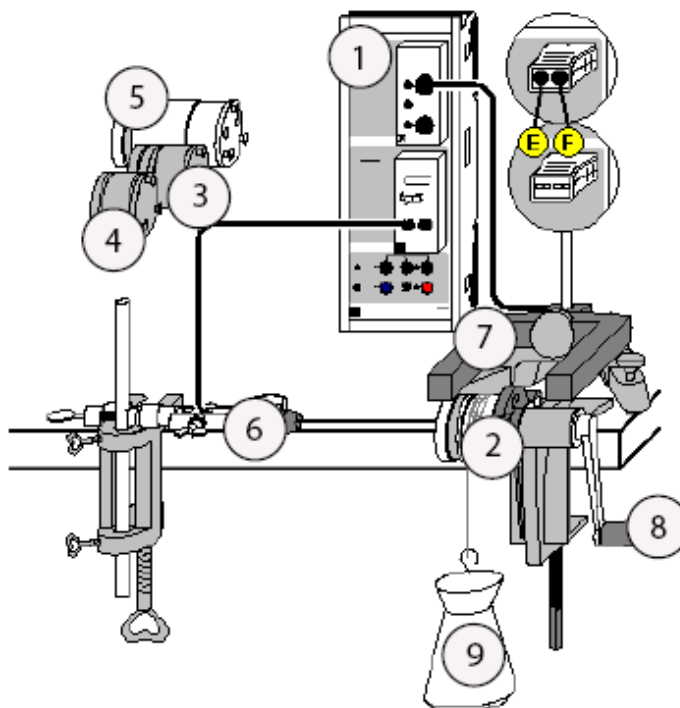

Рис.1
CASSY 2 (①, Рис.1)
- ✓ водяной калориметр (②, Рис.1)
- ✓ медный калориметр (③, Рис.1)
- ✓ алюминиевый калориметр (④, Рис.1)
- ✓ большой алюминиевый калориметр (⑤, Рис.1)
- ✓ термопара (⑥, Рис.1)
- ✓ световые ворота (⑦, Рис.1)
- ✓ груз, 5 кг (⑧, Рис.1)
- ✓ вращающий механизм (⑨, Рис.1)
1. Проверьте правильность сборки установки (см. рис. 1). Световые ворота, необходимые для подсчета количества оборотов, необходимо установить так, чтобы при совершении оборотов, рука проходила через них (Рис.2)
3. Закрепите наполненный калориметр в основном механизме (см. рис. 1). Для этого вставьте штифт в углубление пластмассового держателя и поворотом тела калориметра заблокируйте штифт в пазе.
6. Вставьте термопару в калориметр как можно глубже. Подтяните блокировочный винт. Закрепите ручку термопары в заранее подготовленный держатель (см. рис. 1).